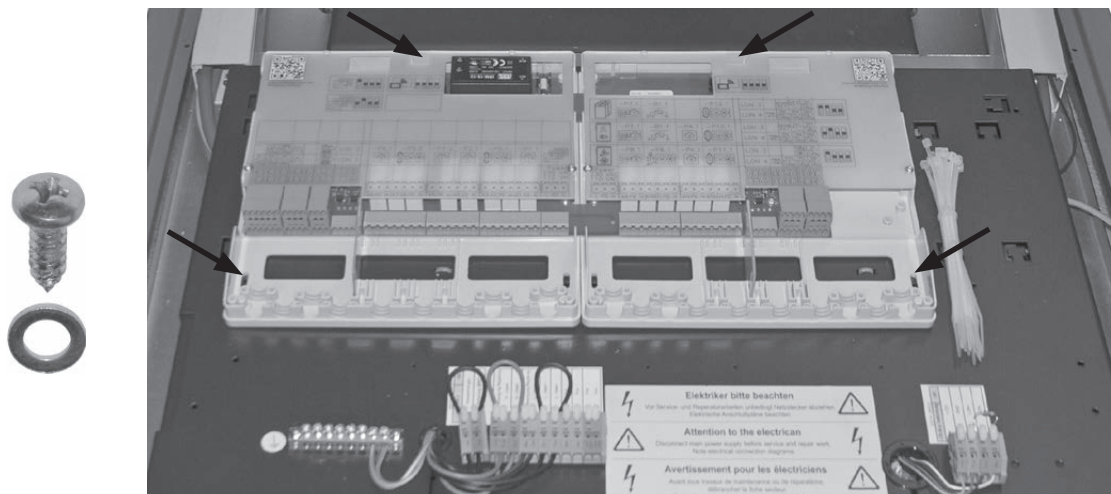

Fig. 95 Montaggio della regolazione MES INFINITY (moduli funzionali) sul quadro di comando
- ▶ Avvitare il modulo funzionale al quadro di comando con le rondelle e le viti per lamiera allegate – Fig. 95.